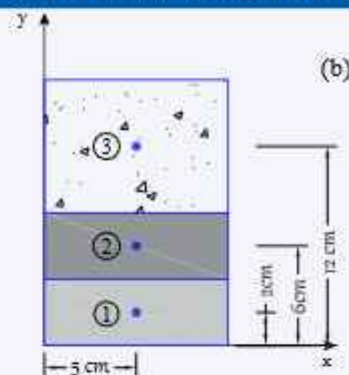

Figura 4.153
Paso 1: Identificación de elementos ①, ② y ③, figura 4.153 (b) luego calculamos la masa y centroide de cada elemento.